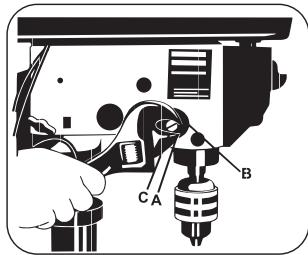

FIGURA 8.17
- Mueva las tuercas de traba hasta su posición más baja, y trábelas en este local utilizando la llave. Esto evitará que el Eje-Árbol caiga cuando sea accionado por el resorte (Figura 8.17).
- Posicione el destornillador en la ranura inferior frontal (A) de la tapa del resorte (B), y sujetela en esta posición mientras esté aflojando y retirando las tuercas.
- Apriete la tuerca interior (C) con la llave.
- Verifique el Eje-Árbol cuando mueva la palanca. La operación del Eje-Árbol debe ser suave, con movimientos continuos. Si el desplazamiento está muy apretado, afloje un poco las tuercas hasta que el movimiento sea confortable (Figura 8.17).